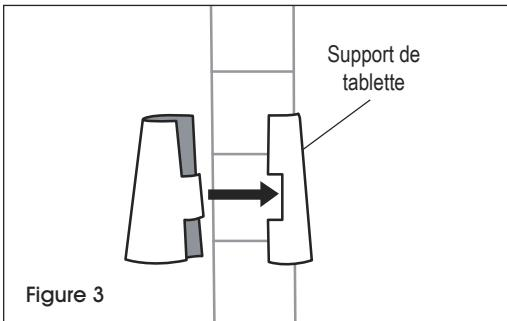

Figure 3
1. Start with the lowest shelf. Snap the interlocking pieces of a shelf support (wide end down) around the post at the lowest groove where shelf is to be located. Slide the support up or down until it snaps onto the groove. Add a shelf support to the same place on the remaining posts. (See Figure 3)
1. Commencez avec la tablette la plus basse. Encliquez les pièces emboîtables d'un support de tablette (l'extrémité la plus large vers le bas) autour du montant, et au niveau de la rainure la plus basse à l'endroit où la tablette doit être installée. Faites glisser le support vers le haut ou vers le bas jusqu'à ce qu'il s'enclenche sur la rainure. Ajoutez un support de tablette au même emplacement sur les autres montants. (Voir Figure 3)